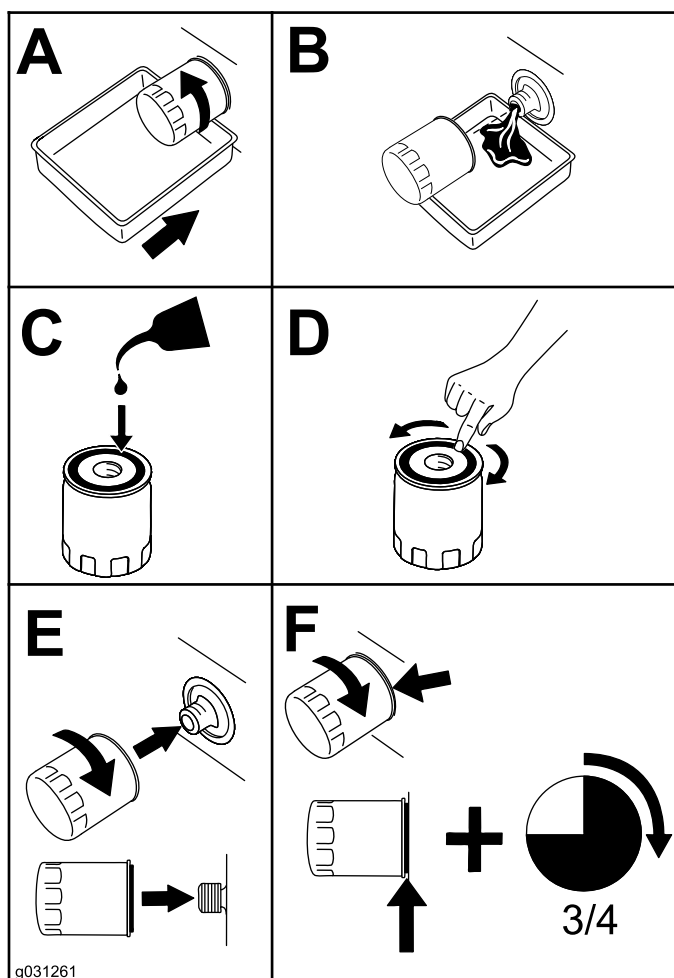

Figura 54
4. Cambiate il filtro dell'olio motore come mostrato nella Figura 54.